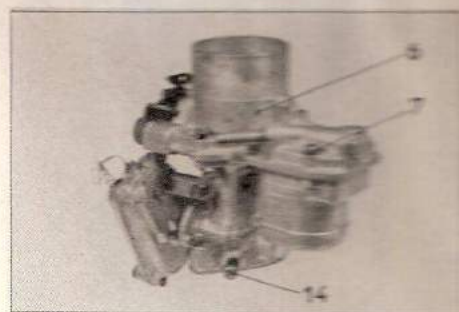

Fig. M 25.
- les quatre vis (7) ;
- le couvercle (6) (fig. M 25).